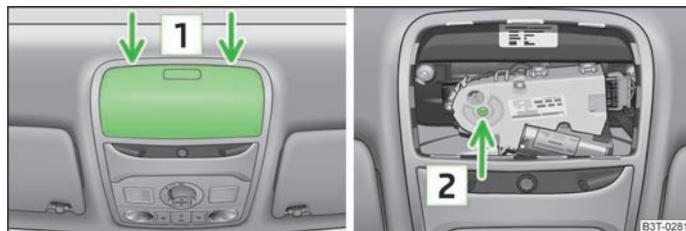

Fig. 31 Detalhe do tecto / ponto de partida da chave
Se o sistema estiver avariado, pode fechar e/ou abrir manualmente o tecto de abrir panorâmico. O accionamento de emergência do tecto de abrir panorâmico encontra-se por baixo do compartimento para os óculos **1** » Fig. 31.
- Introduza cuidadosamente uma chave de fendas de 5 mm na ranhura, nos pontos marcados pelas setas **1** » Fig. 31.